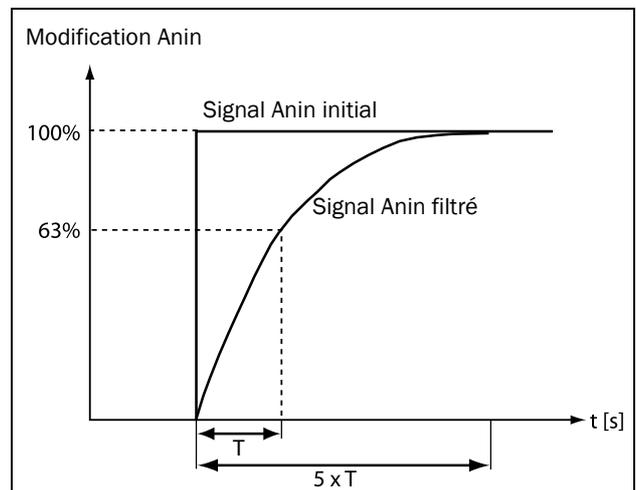

Fig. 62
Si le signal d'entrée est instable, le filtre peut être utilisé pour le stabiliser. Voir Fig. 62. Ceci entraînera une modification de 63 % du signal d'entrée dans le temps de filtrage Anin (T) défini. Au bout de 5 fois le temps défini (c'est-à-dire 5 x T), Anin aura atteint 100 % de la modification de l'entrée.